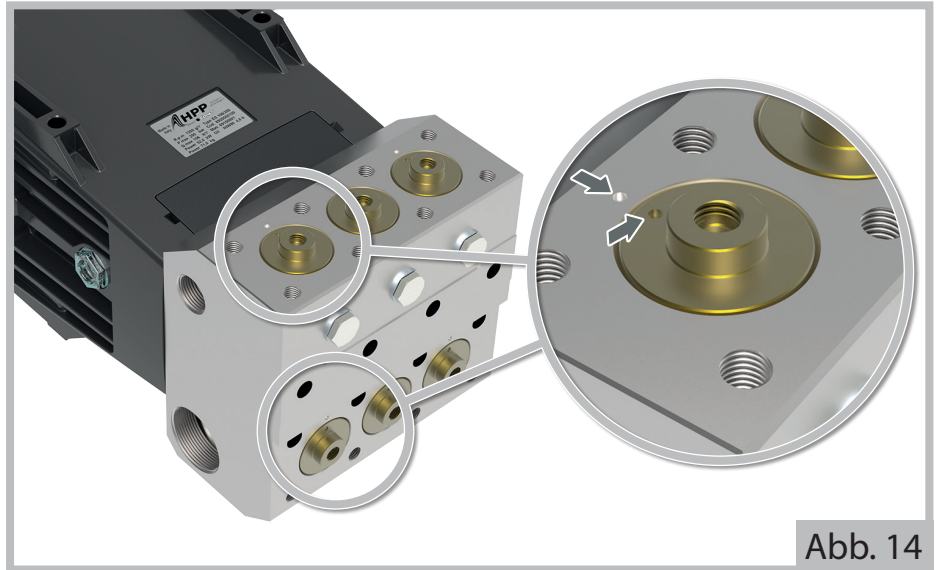

Abb. 14
Für eine richtige Montage ist es nötig, die Bezugspunkte auf den Distanzstücken (8) mit denen auf dem Kopf, wie auf Abbildung 14 gezeigt, in Übereinstimmung zu bringen.